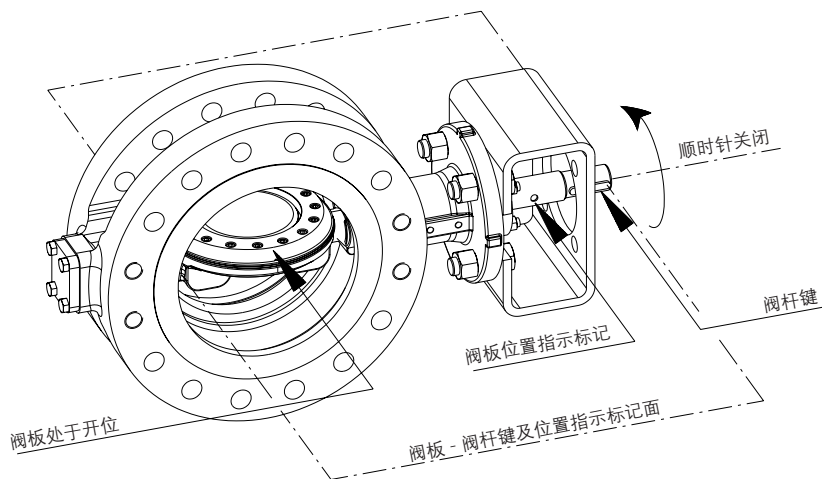
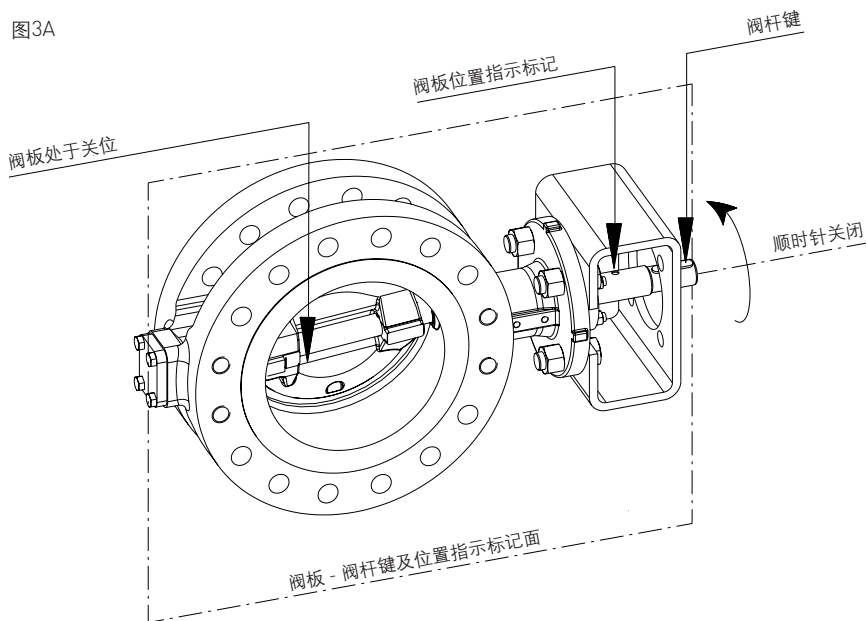

图3A
图3B
- 2 将阀门打到“全开”或“全关”位检查阀门能否正常运行。对于阀门的方向，可检查位于阀杆上的阀位指示是否在与阀门顶法兰铸成一体的两个凸台之间旋转。阀板应顺时针从顺着管线的位置(见图3a)转动到与法兰平行的位置(见图3b)关闭阀门。